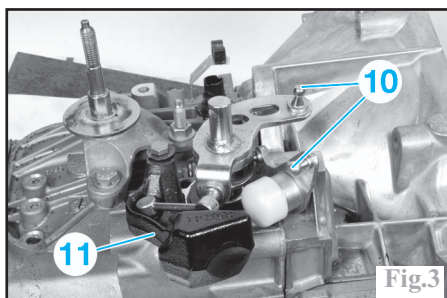

Fig.3
Désaccoupler les câbles de commandes des vitesses en (10) (Fig.3) à l'aide d'un levier approprié (outil Citroën 9040-T.G2) après avoir repéré leur position.